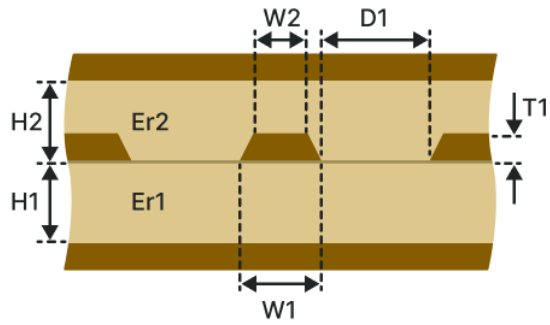

Рис. 163 Копланарная полосковая ЛП (КП-1Н1В)
- Копланарная полосковая ЛП (КП-1Н1В), см. Рис. 163.